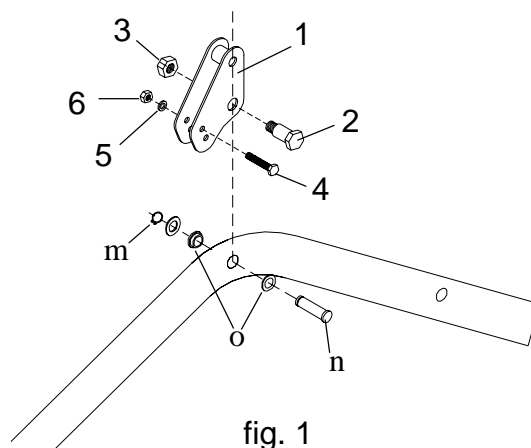

fig. 1
- Ta bort spåringen (m) och dra ur sprinten (n) på båda sidor, se fig. 1.